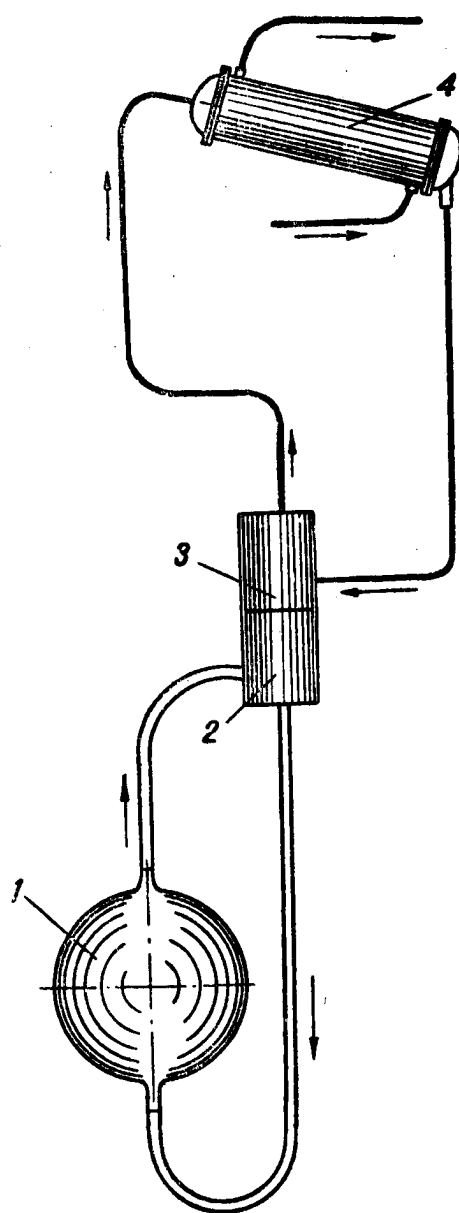

Рис. 3. Схема кипящего гомогенного реактора:
Интересный проект атомной электростанции с гомогенным реактором с кипящей водой был предложен коллективом советских ученых, возглавляемым А. И. Алихановым. Упрощенная схема такого реактора представлена на рис. 3. Реактор (1) содержит взвесь порошкообразной окиси урана в тяжелой воде. При достижении критического объема в смеси возникает цепной процесс. Раствор нагревается и кипит. В разделителе (2) пар очищается от брызг воды, а в очистителе (3) — от радиоактивных примесей. Очищенный пар поступает в теплообменник (4) и передает тепло второму контуру. Отработанный пар конденсируется в воду и вновь возвращается в реактор. В реакторе этого типа, в отличие от предыдущего, имеется два контура циркуляции, так что в турбину поступает нерадиоактивный пар.